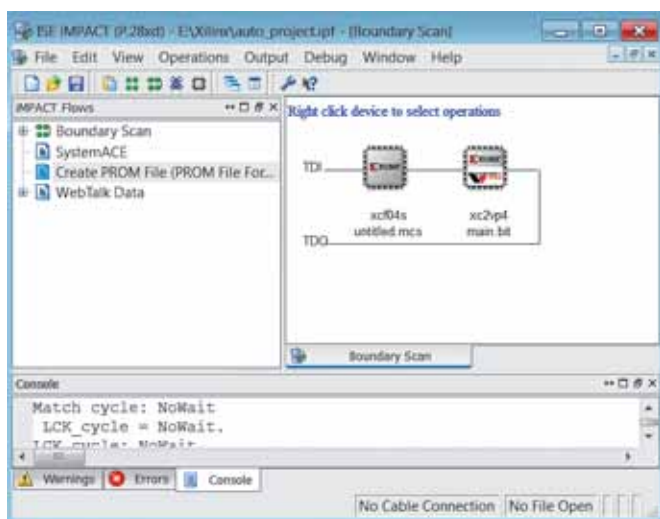

Рис.2. Окно программы Impact после сканирования JTAG-цепочки
- создать новый проект. Программа просканирует JTAG-цепочку через программатор и отобразит найденные устройства (рис.2);